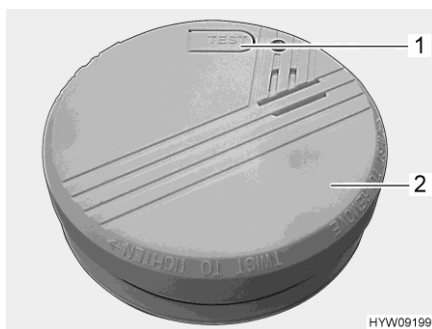

Bild 114 Rauchmelder
- Rauchmelder (Bild 114,2) entgegen dem Uhrzeigersinn drehen, bis er sich von der Halterung lösen lässt.
- Rauchmelder testen. Dazu Prüftaste (Bild 114,1) drücken. Der Alarmton muss ertönen.